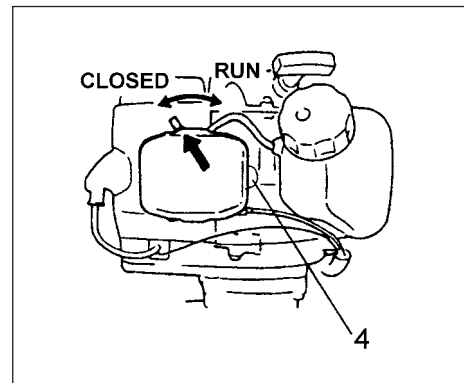

Fig. 2-3
- \* Trykk på sugepumpeboblen (4) flere ganger slik at brennstoff flyter gjennom boblen eller returrøret. (Hvis utstyrt slik) (fig. 2-3)
3. Sett chokehendelen til CLOSED (lukket) posisjon. (fig. 2-3)
5. Når du hører at motoren ønsker å starte returneres chokehendelen til posisjon RUN (KJØR) (åpen). Trekk så raskt i rekylstarteren igjen. (fig. 2-3)